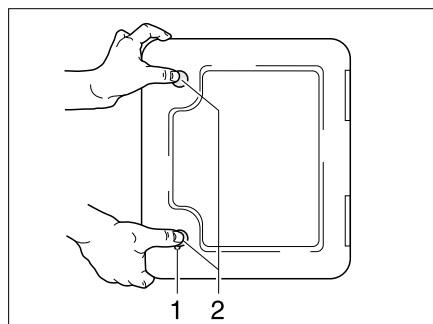

Bild 154 Klappe für Thetford-Kassette
Die Klappe für die Thetford-Kassette (Bild 154) befindet sich außen am Fahrzeug.
- Schlüssel in Schließzylinder des Druckschlusses (Bild 154,1) stecken und eine viertel Umdrehung im Uhrzeigersinn drehen.
- Beide Druckschlösser (Bild 154,2) gleichzeitig mit dem Daumen drücken und die Klappe für die Thetford-Kassette öffnen.